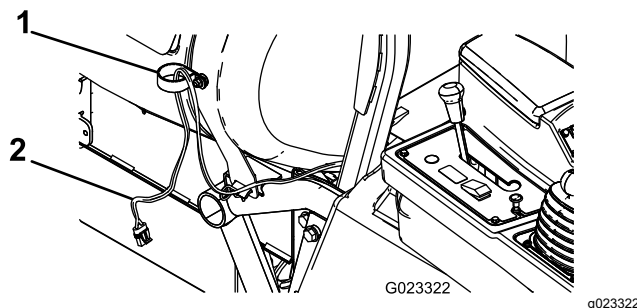

Figura 2
4. Prenda um grampo em R pequeno ao parafuso de carroçaria utilizando uma porca flangeada (3/8 pol.) como se mostra na Figura 2.
5. Encaminhe a extremidade do cilindro da tubagem da cablagem através do grampo em R como se mostra na Figura 2.